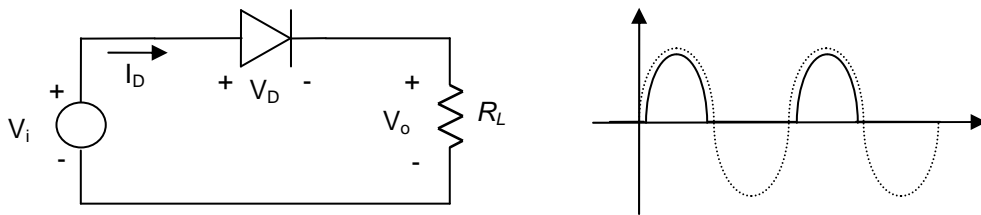

Figura 8.2.- Rectificador de mitja ona. a) Circuit. b) Tensió de sortida.
Quan s'aplica una tensió alterna a un circuit rectificador, aquest només deixa passar corrent d'una polaritat, és a dir, en un sol sentit. El circuit rectificador més simple és l'estudiat a la pràctica 5 (figura 8.2) on  $V_i$  representa un generador de tensió alterna, i  $R_L$  és la resistència de càrrega a la que es lliura la tensió de sortida.
4. Dibuixeu la tensió de sortida en el rectificador de mitja ona de la figura 8.2 si  $V_i$  fos un senyal quadrat de 6 V pic a pic amb valor mig igual a zero, el díode fos de silici amb una tensió de colze de 0,7 V i la resistència fos de 1 k $\Omega$ .
Munteu a la placa de connexions el circuit de la figura 8.2, on  $V_i$  és la sortida del transformador, el díode és el 1N4007, i R és la resistència de 10 k $\Omega$ . Visualitzeu en el canal 1 de l'oscil·loscopi primer el senyal  $V_i$ , i després la forma d'ona a la resistència ( $V_o$ ).